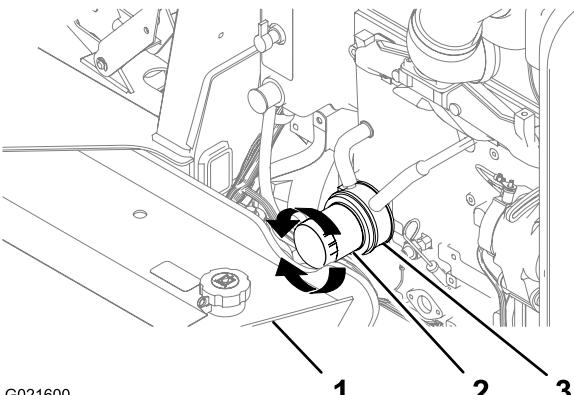

Рисунок 45
- Установите небольшой сливной поддон под масляный фильтр и переходник масляного фильтра (Рисунок 45).
- Поверните масляный фильтр против часовой стрелки и снимите его (Рисунок 45).
7. Совместите масляный фильтр с переходником и поверните его по часовой стрелке, пока уплотнение масляного фильтра не войдет в контакт с переходником (Рисунок 45).
8. От руки затяните масляный фильтр еще на 1/2 оборота (Рисунок 45).